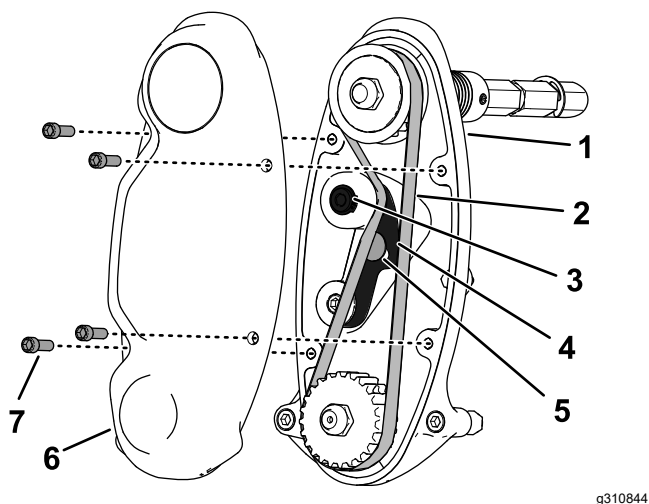

Рисунок 17
1. Зніміть кришку ремня, щоб отримати доступ до ремня (Рисунок 17).
2. Послабте болт натяжного важеля і поверніть натяжний важіль (Рисунок 17), щоб зменшити натяг ремня.
3. Зніміть ремінь (Рисунок 17).
6. Встановіть ремінь та натягніть його, приклавши момент 6–7 Н·м (55–60 дюйм-фунт) до внутрішнього шестигранника важеля холостого ходу, Рисунок 17.